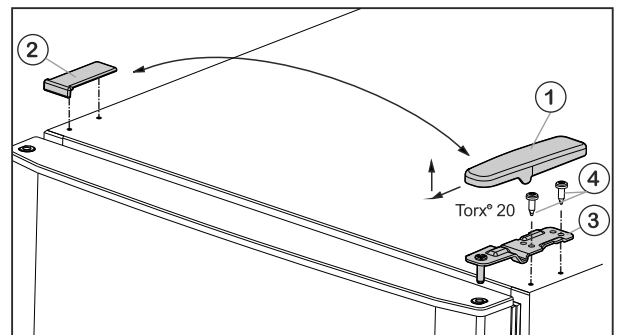

Fig. 6
- ▶ Traukdami į priekį ir į viršų, nuimkite apatinę dengiamąją plokštelę Fig. 6 (1).
- ▶ Nukelkite dengiamąją plokštelę Fig. 6 (2).
- ▶ Nusukite viršutinę atraminę gembę Fig. 6 (3) (2 kartus Torx® 20) Fig. 6 (4) ir, traukdami į viršų, išimkite.
- ▶ Viršutinę atraminę gembę Fig. 6 (3) įstatykite į duris kitoje lankstų pusėje.
- ▶ **Tvirtai (4 Nm)** priveržkite viršutinį guolio spyrį (2 x Torx® 20) Fig. 6 (4). Prireikus naudokite akumuliatorinį atsuktuvą.
- ▶ Dengiamąją plokštelę Fig. 6 (1) uždėkite iš išorės priešingoje pusėje ir užfiksuokite.
- ▶ Dengiamąją plokštelę Fig. 6 (2) atitinkamai uždėkite iš viršaus priešingoje pusėje ir užfiksuokite.